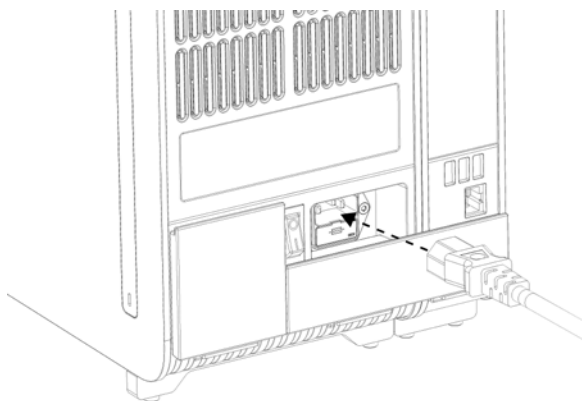

Figura 20. Ligação do cabo de alimentação.
8. Ligue o cabo de alimentação fornecido com o QIAstat-Dx Analyzer 1.0 à parte traseira do módulo analítico original (Figura 20).